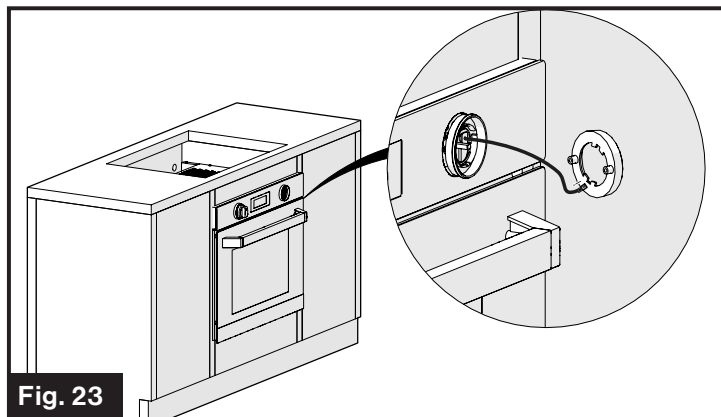

Fig. 23
3. Retire la unidad de LED y desconecte el cable de la base de la unidad de LED. (Fig. 23)